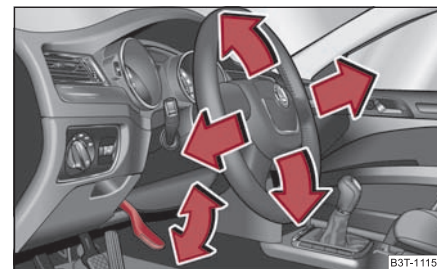

Fig. 3 Volante regulable: Palanca al lado de la columna de dirección
- Girar la palanca situada bajo la columna de dirección ⇒ fig. 3 hacia abajo.